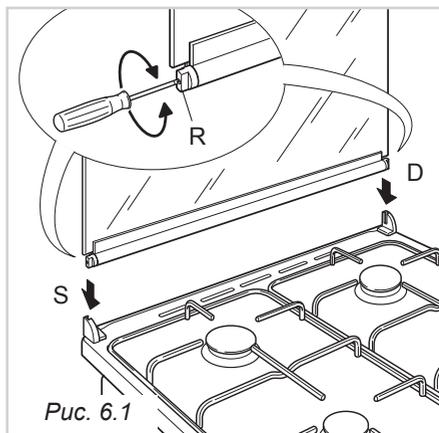

Рис. 6.1
- справа устанавливается шарнир со значком «D», а слева – шарнир со значком «S» (Рис. 6.1).
При необходимости отрегулируйте положение пружин шарниров, повернув винты (R) по часовой стрелке (Рис. 6.1).